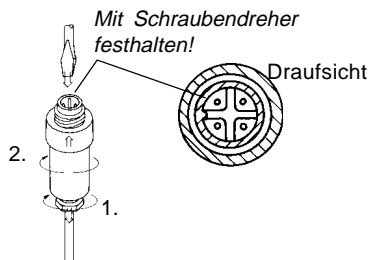

Bild 19
1. Kabelverschraubung im Uhrzeigersinn lösen, siehe Bild 19.